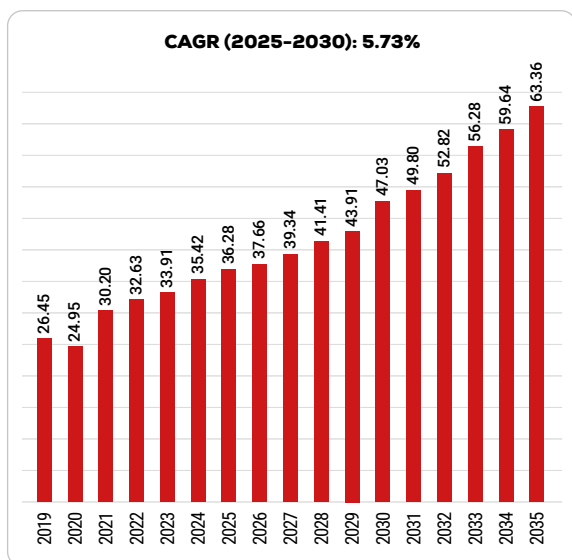

Figura 1 – Evolução do mercado de metais não ferrosos fundidos sob pressão (die-casting) em bilhões de USD [1]
- **Mercado projetado para 2035 para metais não-ferrosos fundidos sob pressão:** US\$ 63,36 bilhões (Figura 1) com CAGR: 5,73%;